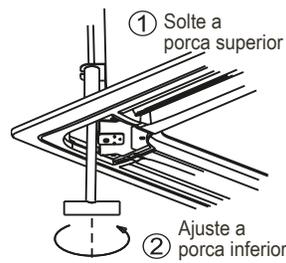

Fig. 4-19
- 5) É possível alterar a altura da unidade interna nas aberturas nos quatro cantos do painel, se a elevação da unidade interna e do tubo de drenagem não for afetada (consulte a Fig.4-19).